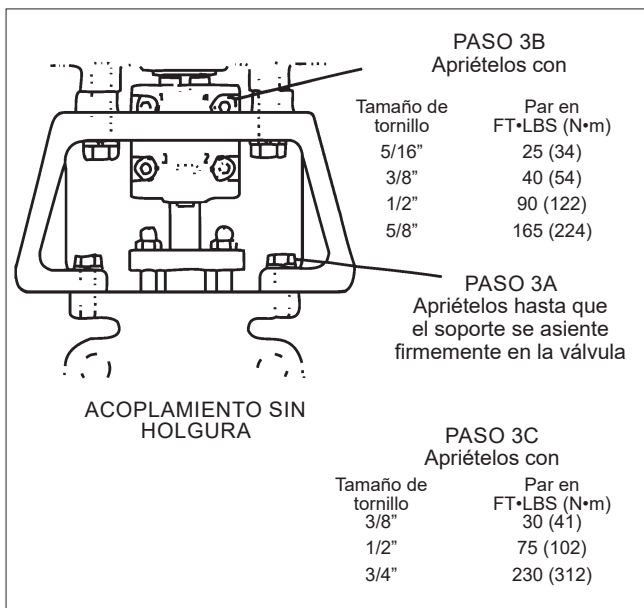

Figura 13.
4. Baje el actuador y el soporte sobre la válvula mientras conecta el impulsor del vástago del actuador al acoplamiento. Apriete los tornillos lo suficiente para fijar firmemente el soporte a la válvula. Ello debe permitir que el soporte se desplace y permita que el acoplamiento alinee la válvula y los ejes del actuador. (**Consulte la figura 13, paso 3A.**)
5. Apriete los tornillos de acoplamiento sin holgura con los pares indicados en la **figura 13, paso 3B**. Utilice la secuencia alternativa que se muestra.
7. Apriete completamente los tornillos que sujetan el soporte a la válvula, como se muestra en la **figura 13, paso 3C**.
8. Vuelva a comprobar los pares de apriete de los tornillos de acoplamiento sin holgura conforme a los pares indicados en la **figura 13, paso 3B**. Utilice la secuencia alternativa que se muestra.